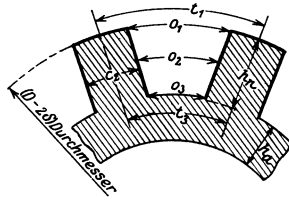

Abb. 180.
B. Trapezförmige Nut. Bei trapezförmigen Nuten soll der Zahn überall die gleiche Zahnstärke c_z erhalten, nur darf die Induktion \mathfrak{B}_z 10 bis 15000 nicht übersteigen. Die Zahnstärke folgt wieder aus der Gl. (135) (s. Abb. 180)